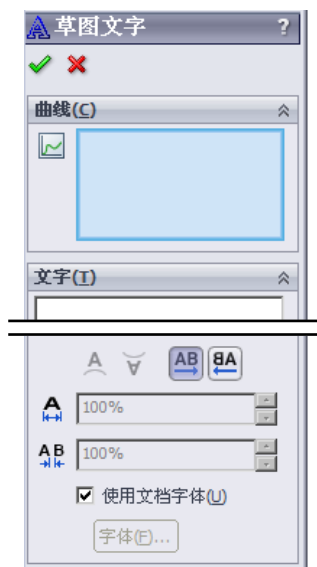

图 2.6.11 “草图文字”对话框
Step1. 选择命令。选择下拉菜单 **工具(T)** → **草图绘制实体(E)** → **A 文本(T)...** 命令，系统弹出图 2.6.11 所示的“草图文字”对话框。